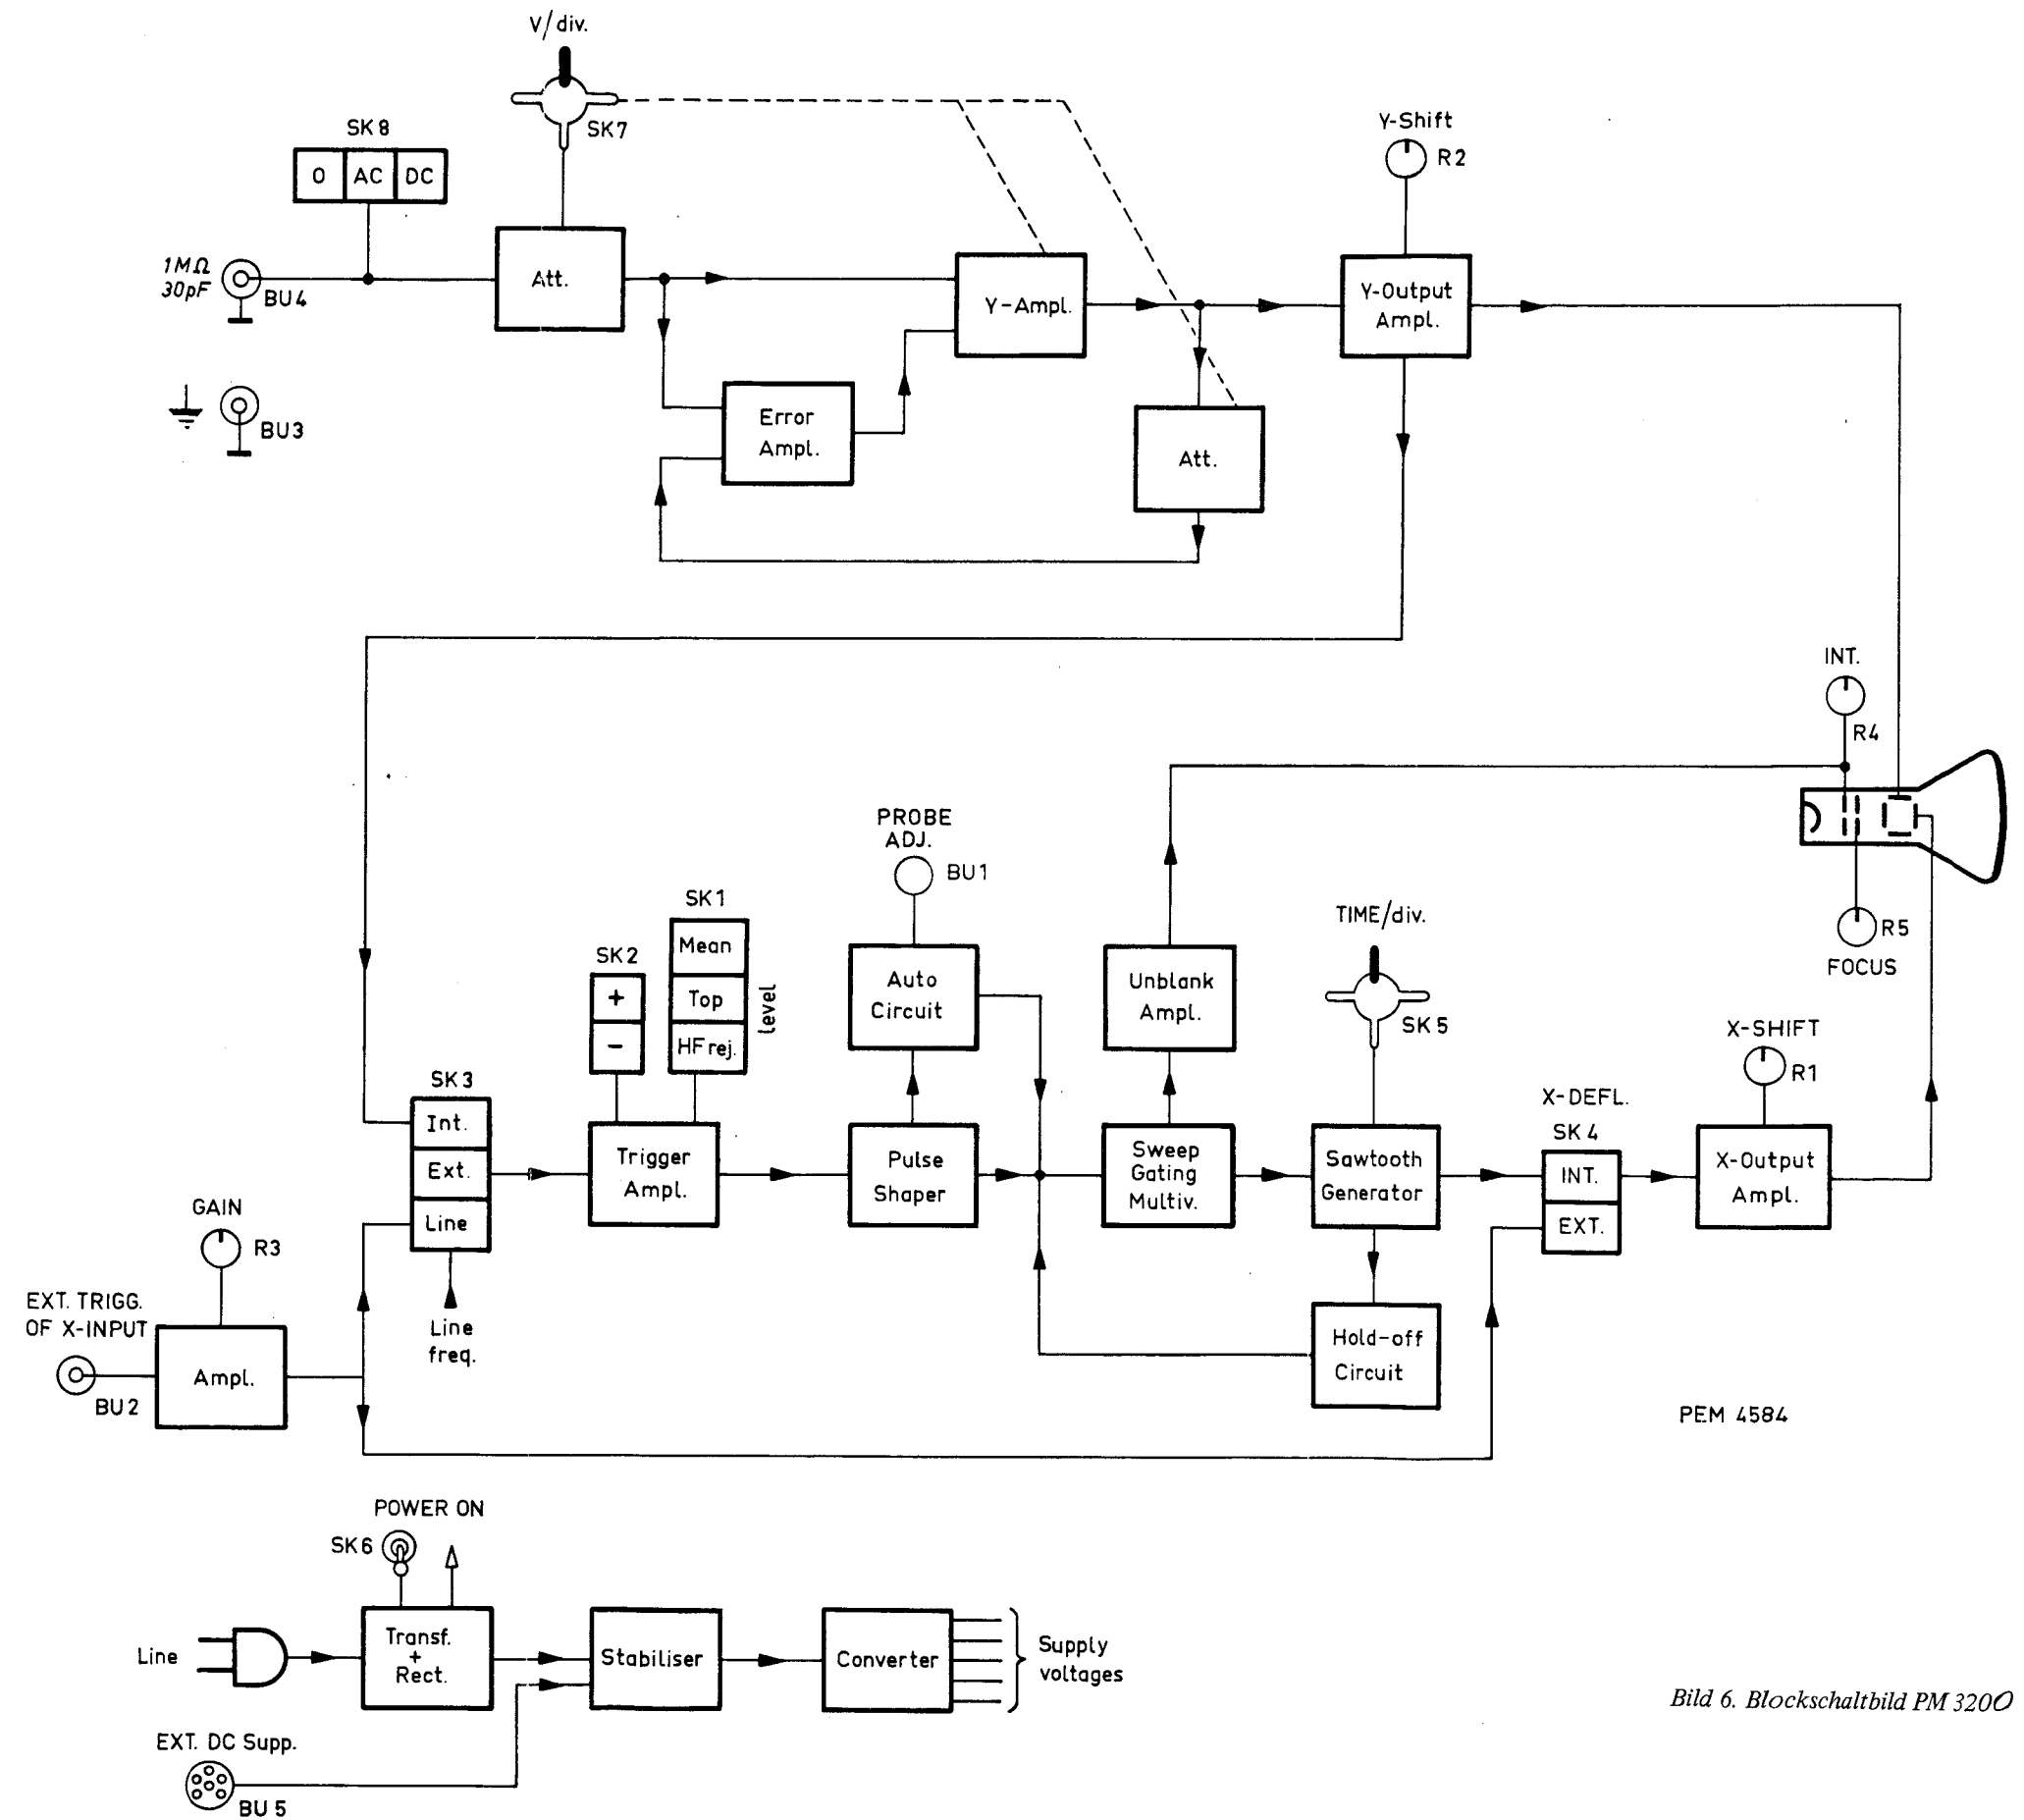

Bild 6. Blockschaltbild PM 320O
1. Einführung (vgl. Blockschaltung Bild 6)